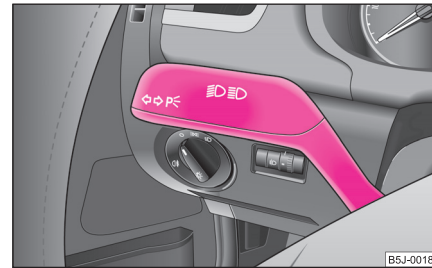

Abb. 38 Der Blinklicht- und Fernlichthebel
- Drücken Sie den Fernlichthebel zum Einschalten des Fernlichts nach vorn \Rightarrow Seite 50, Abb. 38.
- Drücken Sie den Hebel nach oben bzw. nach unten ⇒ Abb. 38.